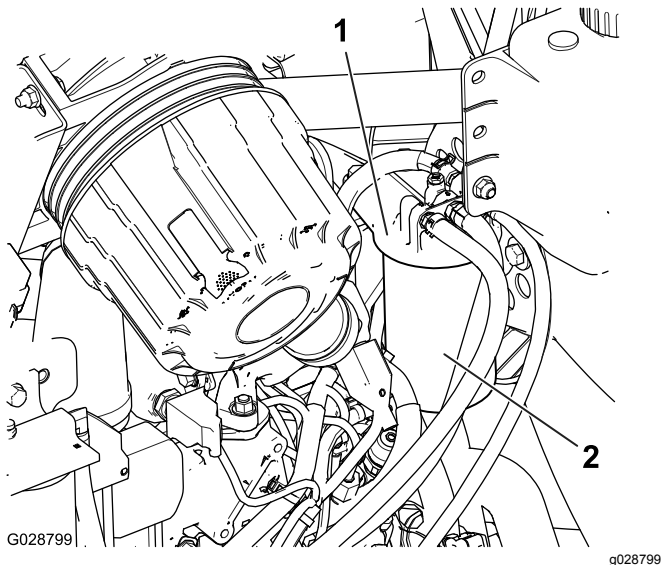

Figura 90
1. Pulite le superfici circostanti la testa del filtro del carburante (Figura 90).
2. Togliete il filtro e pulite la superficie di montaggio della testa del filtro (Figura 90).